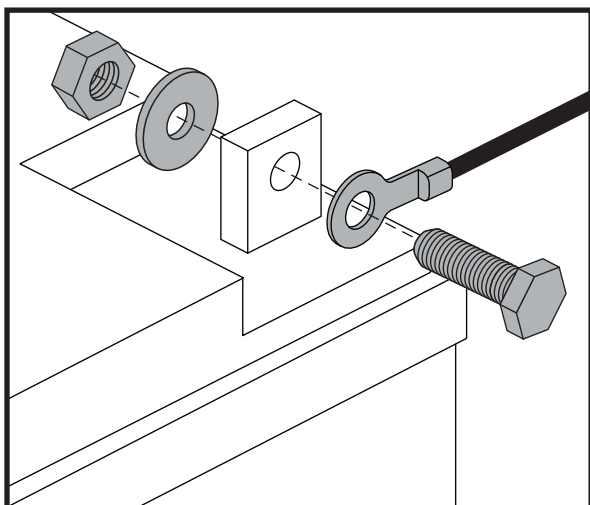

Abb. 14. Befestigungselemente für den Batterieanschluss
5. Trennen Sie die Batterienkabel von den Batterieanschlüssen, indem Sie die Anschlusskippchen zurückschieben und die Mutter abschrauben. **Siehe Abb. 14.**